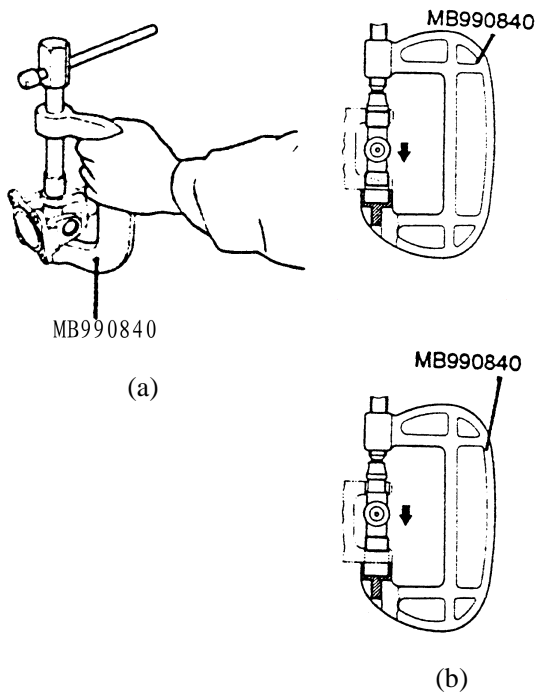

图 4-82 拆卸万向接头轴承
(1) 如图 4-82 (a) 使用专用工具 MB990840 压在万向接头轴承的单侧边后，将轴承由对边侧取出。
(2) 如图 4-82 (b) 所示，将专用工具装入另一侧边后将万向接头推出以拆卸第一万向接头轴承。注意在拆卸中切勿敲击万向接头轴承，否则会影响传动轴的平衡。